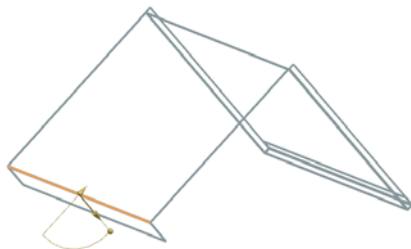

图 11-16 预览显示所创建的弯边
(9) 在“弯边”对话框中, 设置“宽度选项”为“完整”, “长度”为 40, “角度”为 90, “参考长度”为“外部”, “内嵌”为“材料外侧”, 在“折弯止裂口”和“拐角止裂口”下拉列表框中选择“无”。选择弯边, 同时在视图区预览显示所创建的弯边, 如图 11-16 所示。